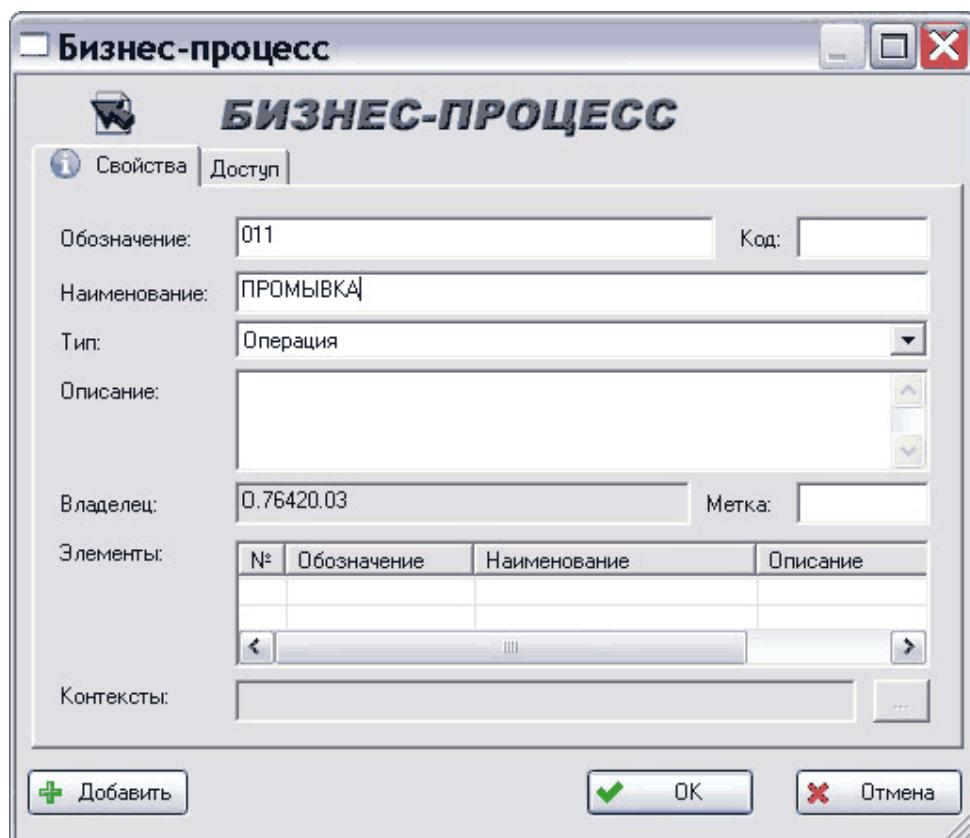

Рис. 184
3. После выбора команды меню появится окно **Бизнес-процесс** (Рис. 184). Введите в нем необходимые параметры, аналогично созданию бизнес-процесса (см. раздел 11.1).